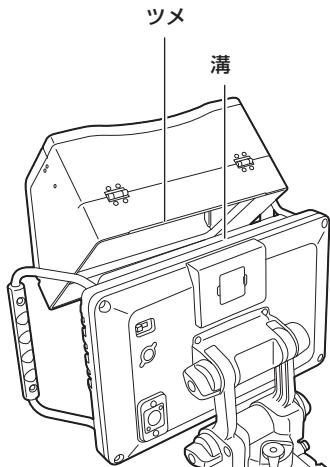
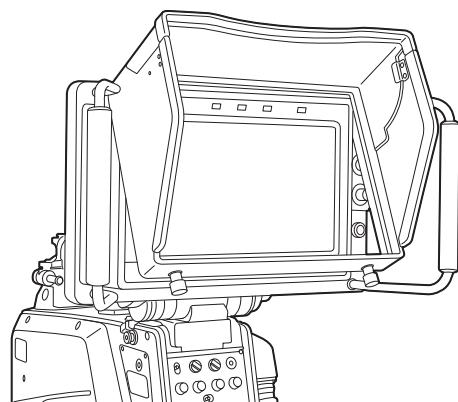

図 1
図 2
2 カメラ側のロック解除ボタンを押して、コネクターカバーを外す。(図 1)
3 カメラ側のV字溝に、本機のV字突起部を合わせてスライドし、ロックがかかるまで押し込む。(図 2)
- 1** フードのツメを上部の溝に引っ掛ける。(図 1、図 2)